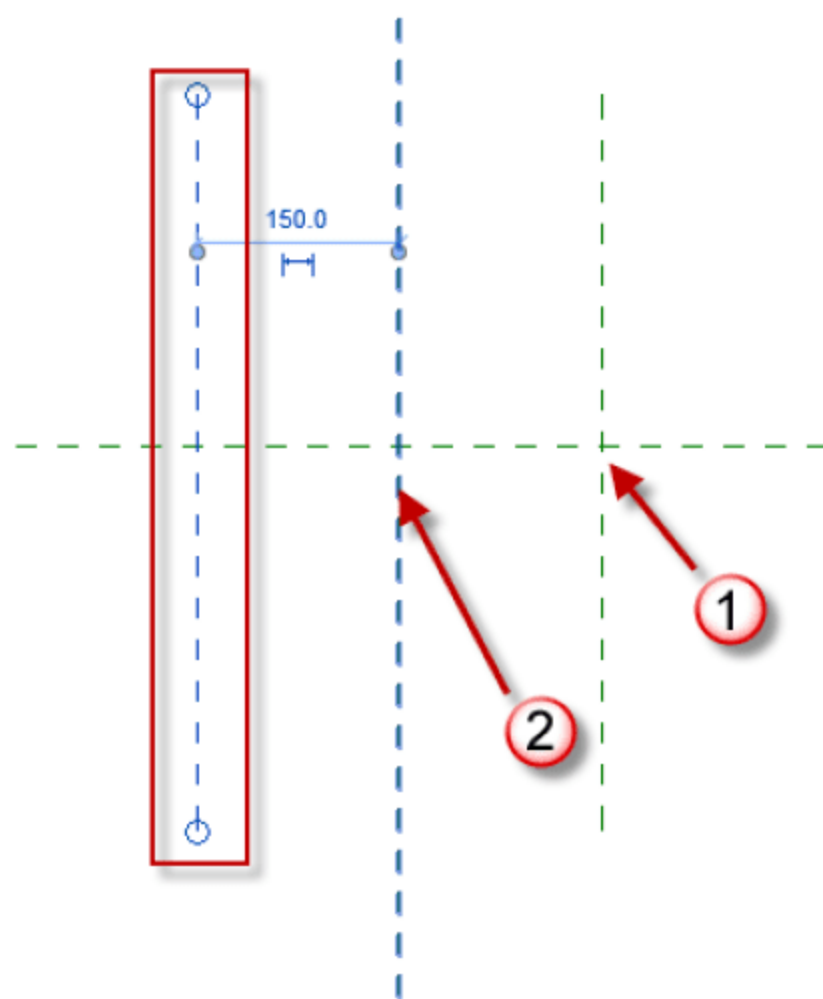

图 12.2.3 完成镜像
(3) 辅助线的镜像。选择绘制完成的辅助线，按快捷键 M+M，然后单击中心线，完成镜像绘制，如图 12.2.3 所示。